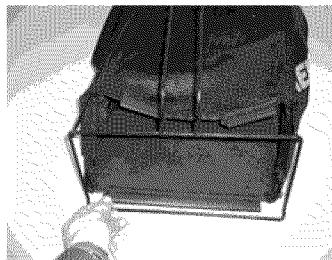

Figure 11 - Insérez dans le cadre en fil métallique.
1. Insérez le cadre de fil métallique dans le sac en tissu (voir la Figure 11). Assurez-vous que la poignée du cadre métallique est en haut et que le logo Remington est sur le dessus du sac à herbe.